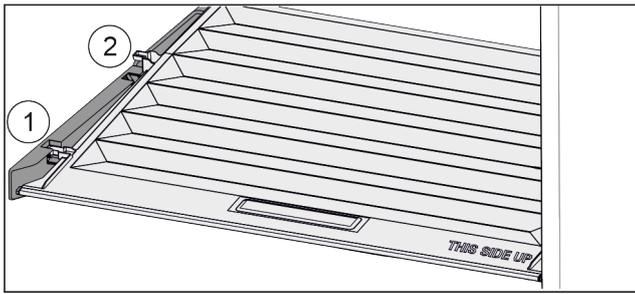

Fig. 91
- ▶ Deckel bis zur Öffnung in den Halteteilen nach vorne ziehen Fig. 91 (1).
- ▶ Hinten von unten anheben und nach oben wegnehmen Fig. 91 (2).